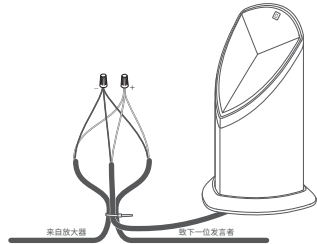

图 8
8. 剪切左扬声器或右扬声器的两根电线 (参见下表), 剥去埋地线裸露端 3/4 英寸的绝缘层, 然后从相应扬声器尾纤的端部剥去 3/4 英寸的绝缘层 (见图 8)。
9. 制作一个大约 10 英寸的环路, 使用扎带将线环和扬声器尾纤固定到位, 以消除应力, 如图 8 所示。